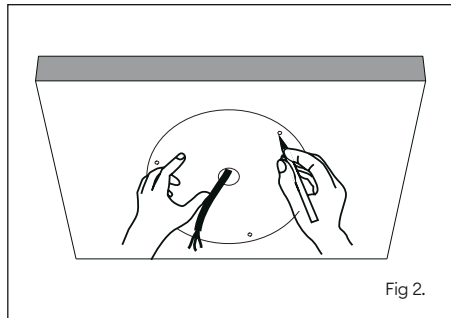

Fig 2.
3. Hold up base section to mounting surface and mark the 3x fixing hole locations onto mounting surface (fig 2).
3. Appliquez la base à la surface de montage et marquez les emplacements des 3 trous de fixation (fig. 2).